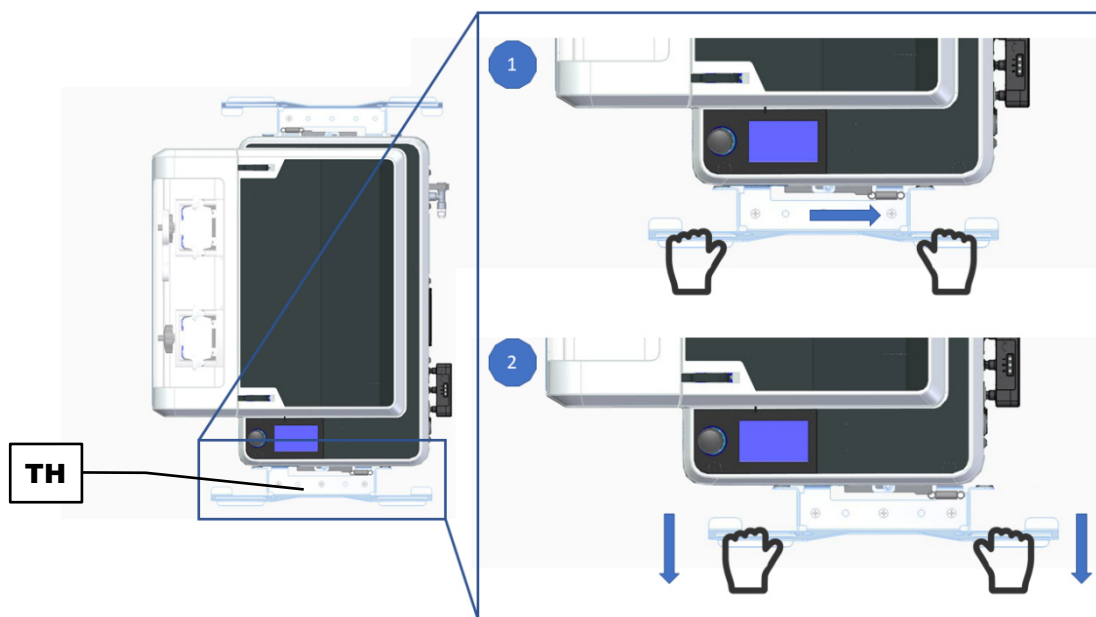

図 35: 輸送補助具を取り外す
- ⇒ 輸送補助具を右にスライドさせます (図 35 の①)。
- ⇒ 輸送補助具を引っ張って外します (図 35 の②)。